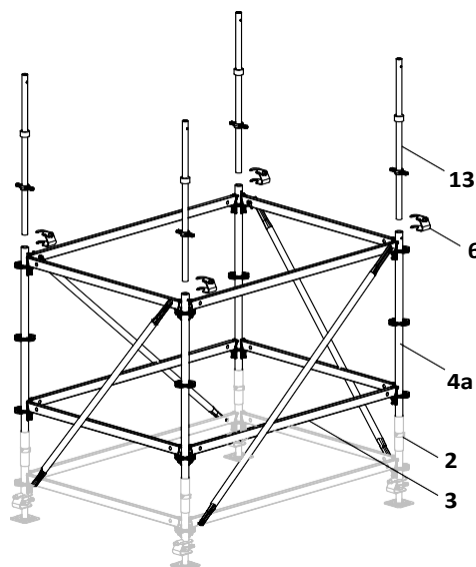
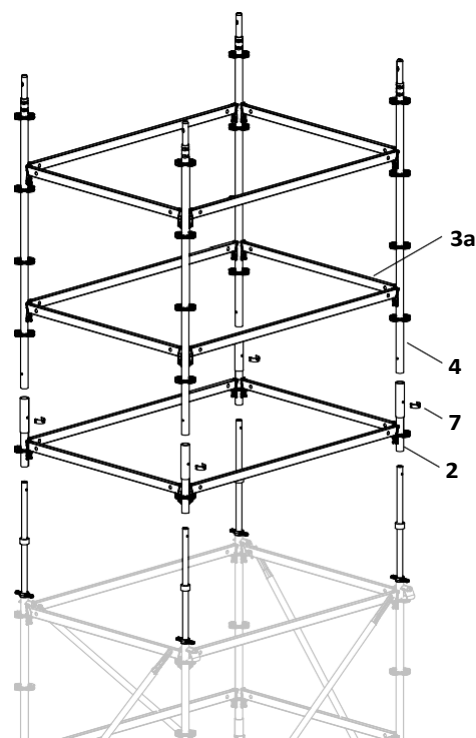

Fig. B1.01
Fig. B1.01a
3. Свържете горните стойки с греди (3).
4. Монтирайте диагоналите (5).
5. Поставете секционните шпиндели (13) с бързозатягащи гайки отдолу на горните стойки (4a), регулирайте височината и осигурете чрез заключване на шпиндела (6).
- (Fig. B1.01)
6. Монтирайте основните стойки (2) и ги осигурете със заключващи щифтове (7).
7. Поставете стойките (4) в основните стойки и закрепете с допълнителни греди (3a)).
- (Fig. B1.01a)